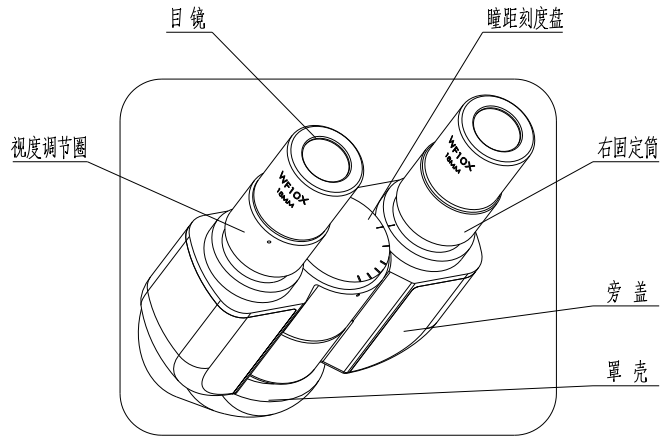

图4 转轴双目组
2.4.1 瞳距调整（参见图4）
2.4.2 视度调节（参见图4）